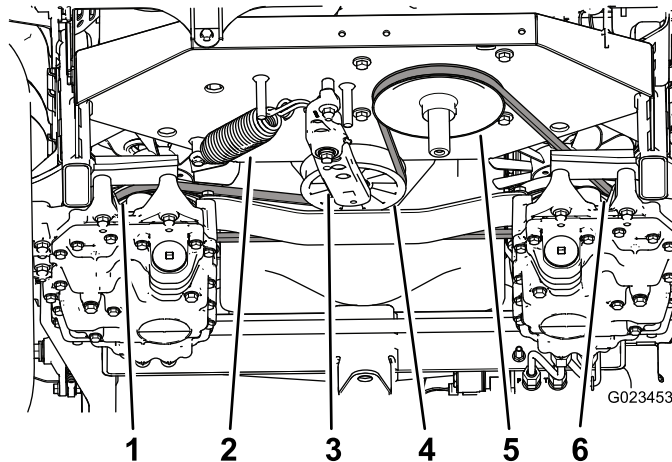

図 56
3. テンショナスプリングの回転を止めるために、テンショナアームについている四角い穴にラチェットを差し込んで保持する 図 56。その状態でテンショナプーリからベルトを外す。
4. テンショナアームおよびフレームからテンションスプリングを外す 図 56。
9. テンショナアームおよびフレームにプリングを取り付ける 図 56。